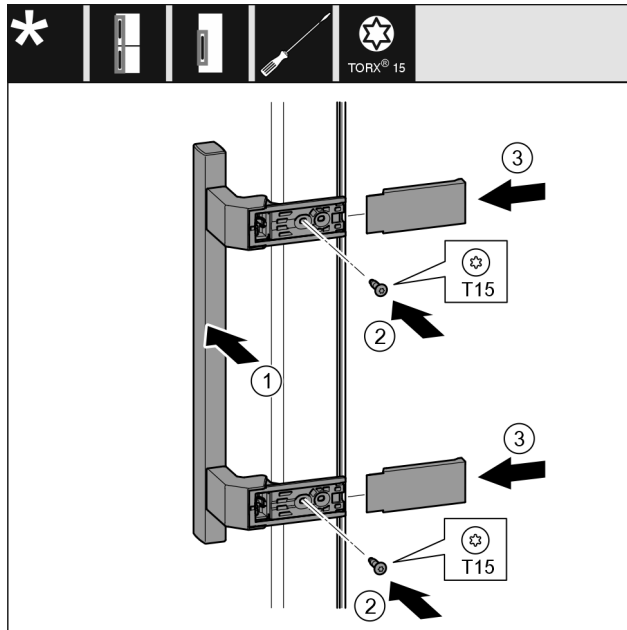

Fig. 43
- ▶ Griff Fig. 43 (1) auf der Gegenseite ansetzen.
- ▶ Schrauben Fig. 43 (2) mit Schraubendreher festschrauben.
- ▶ Abdeckungen Fig. 43 (3) seitlich ansetzen und aufschieben.